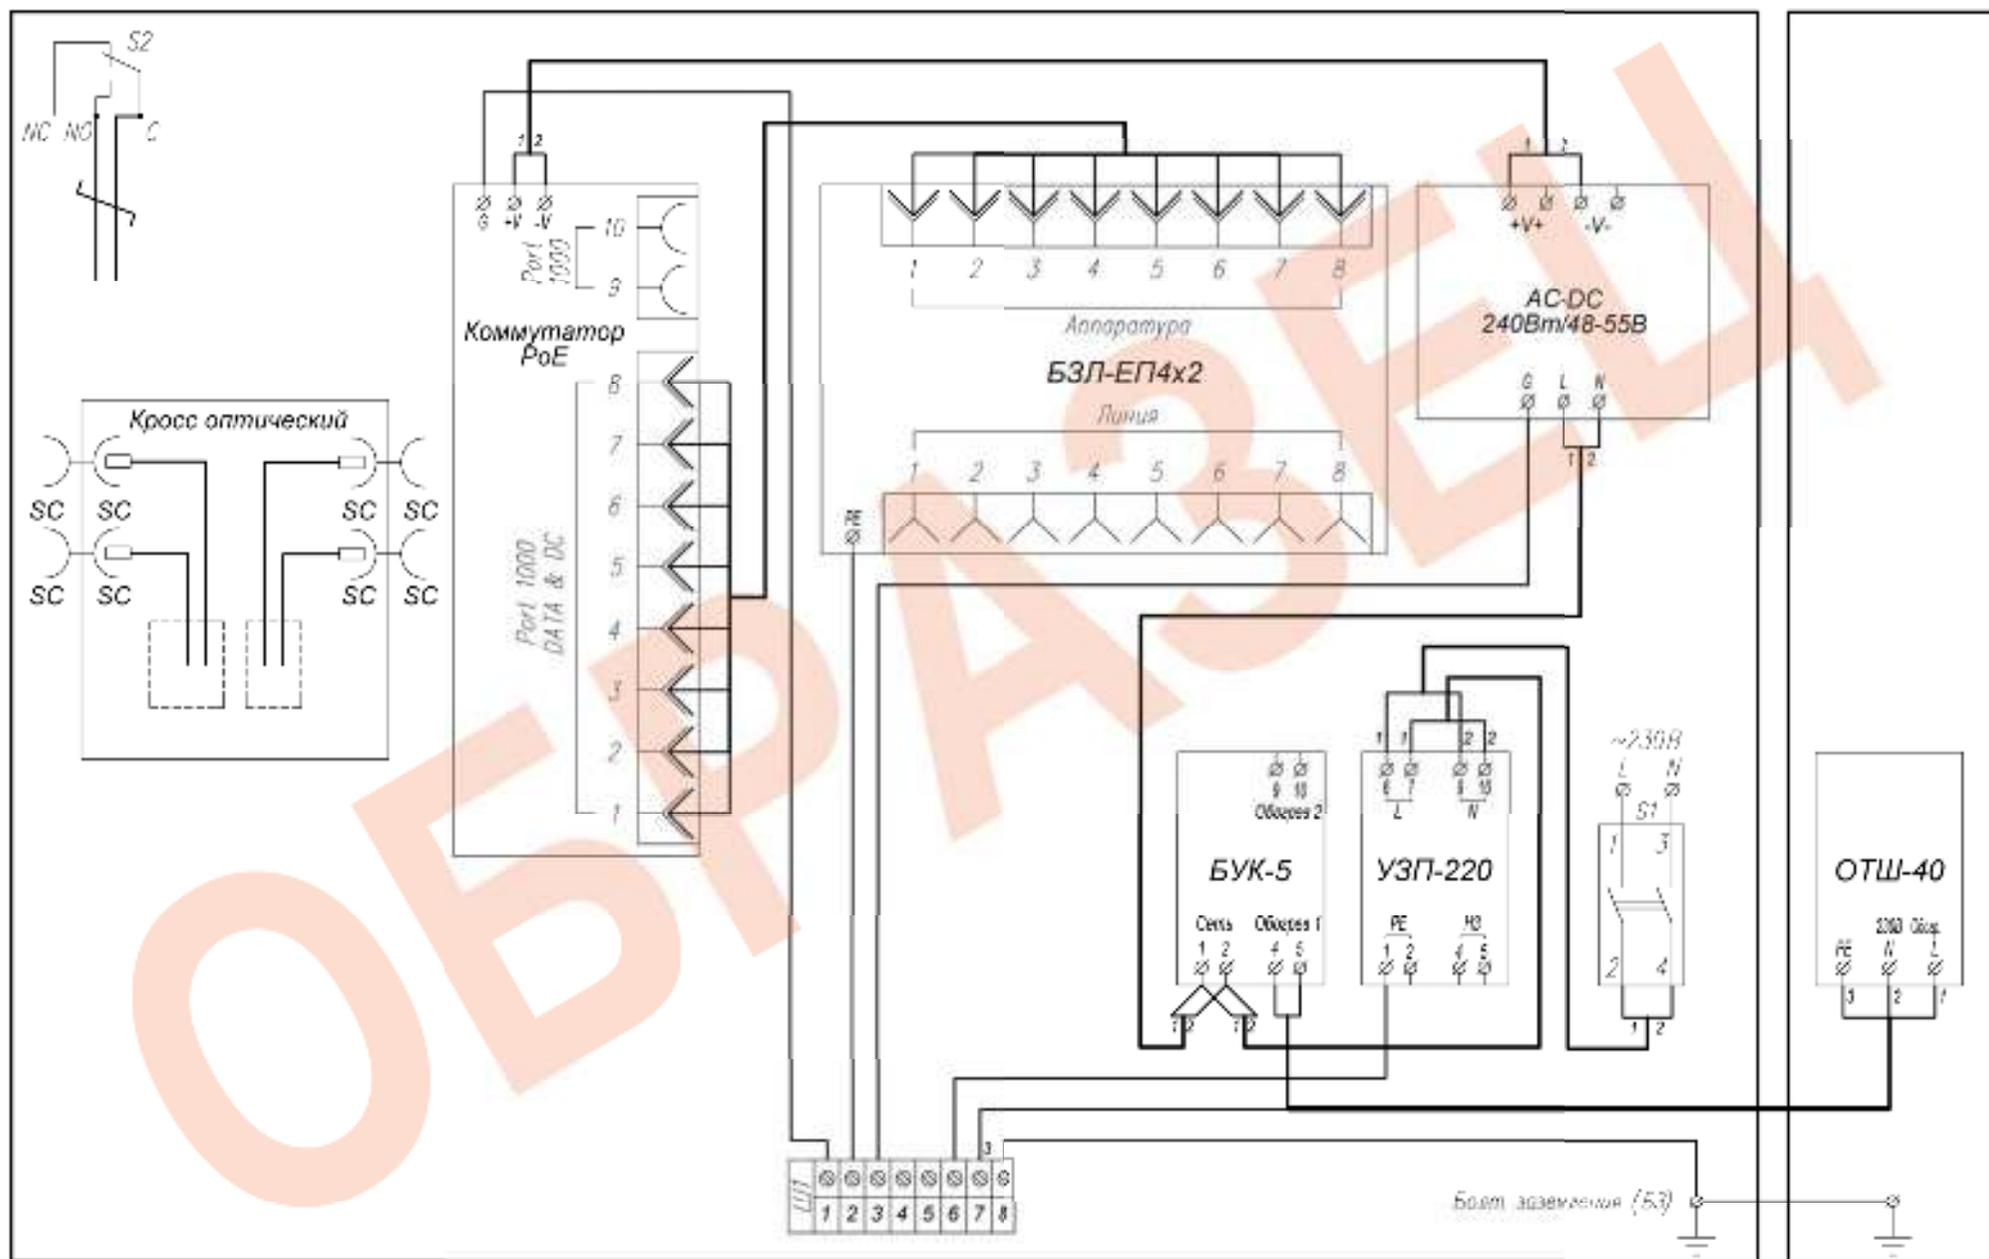

Рис.1 Схема электрическая принципиальная
- Заземлить изделие при помощи болта заземления (БЗ) (рис.1).
- Подключить кабель питания к входу автомата питания S1 (сечение подключаемых проводов до 25 мм²), при этом фазный провод (L) соединить с контактом 1, нулевой провод (N) с контактом 3.